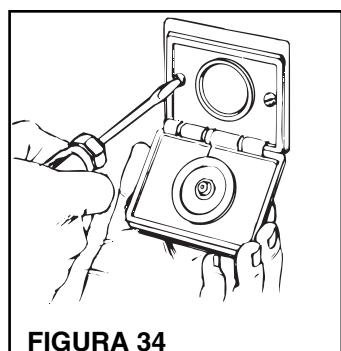

FIGURA 34
- Inserte el enchufe de pared en la abrazadera y asegúrelo con los dos tornillos proporcionados (Figura 34).